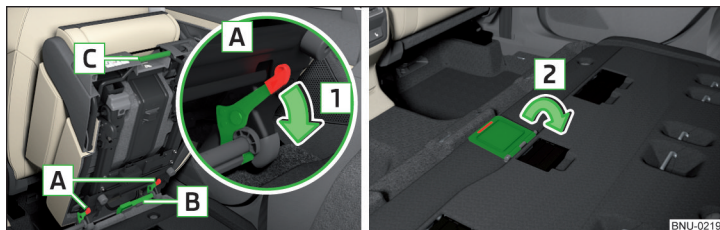

Fig. 93 Deblocarea scaunului/închiderea clapetei
- ▶ Deblocați scaunul apăsând elementele de blocare **A** în sensul săgeții **1** » fig. 93.
- ▶ Scoateți scaunul din mijloc și închideți clapeta prizei din pod » fig. 93 la pagina 91.
- ▶ Înainte de montarea scaunului din mijloc, deschideți clapeta prizei din pod, în sens contrar săgeții **2** » fig. 93 la pagina 91.